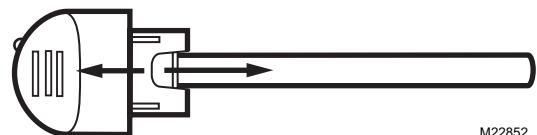

Fig. 18. Desconecte del soporte el vidrio de la lámpara.
- Sujete el soporte de la lámpara con una mano y el vidrio de la lámpara con la otra, y tire para separarlos. Vea la Fig. 18.